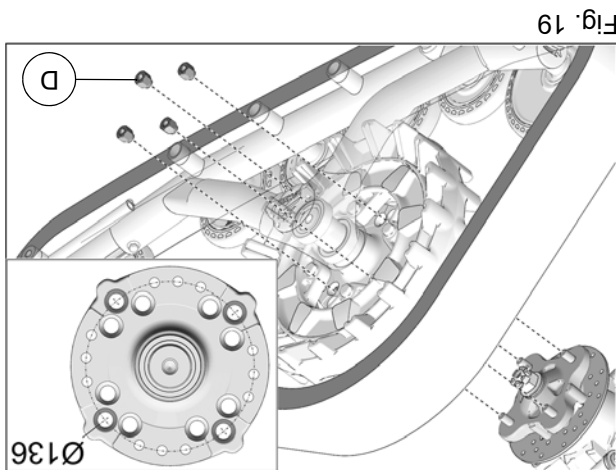

Fig. 19
7. Fixer le système de traction au moyeu de roue avant. Utiliser le cercle de perçage de Ø136mm et les écrous de roue (D) fournis. Voir la Fig. 19